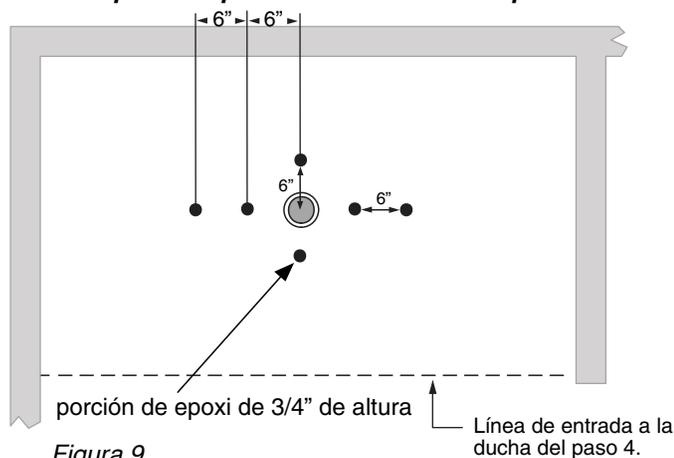

Figura 9
- 5** Barra el subsuelo y elimine todos los residuos de la cavidad y de la parte inferior de la unidad para que la resina epóxica suministrada se adhiera correctamente. El piso puede estar húmedo pero no debe haber agua estancada. La figura 9 muestra el patrón de la resina epóxica necesario para la instalación.